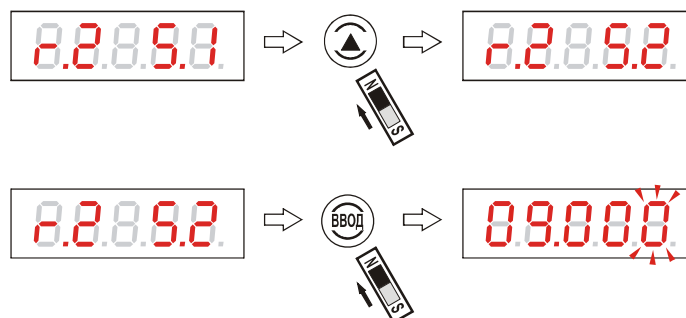

Рисунок 51 - Переход к вводу значения уставки 2 реле 2
2.8.15 Для входа в подраздел программирования значения уставки 2 реле 2 “r.2 S.2” необходимо выбрать этот подраздел кнопкой «↑» и “нажать” «ВВОД», рисунок 51: